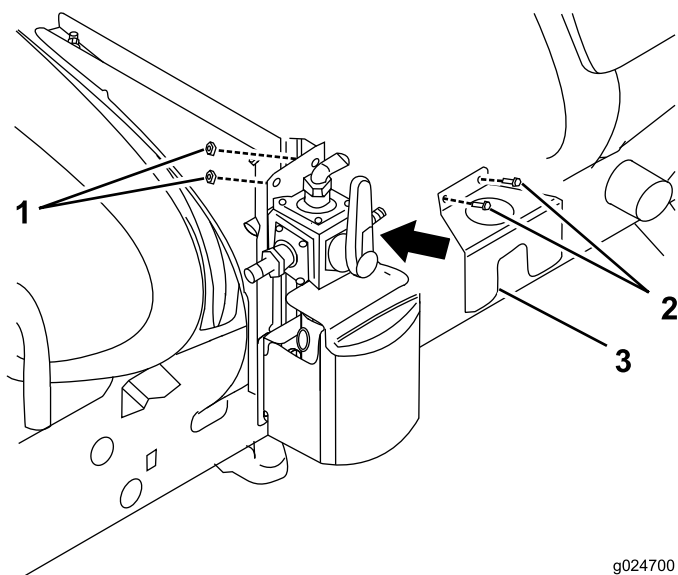

Figura 27
4. Montate la staffa dello sportellino sul gruppo del supporto della valvola (Figura 27) con 2 bulloni flangiati (5/16 x 1 poll.) e 2 dadi di bloccaggio flangiati (5/16 poll.).